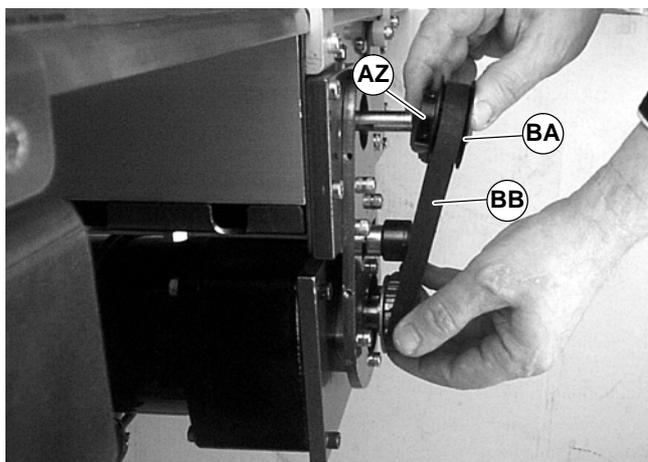

Abbildung 19
**HINWEIS:** Falls der Zahnriemen nicht über die Zahnscheibenflanke gleitet, die Madenschrauben der Abtriebszahnscheibe (AZ siehe Abbildung 19) lösen, und Zahnscheibe (BA) samt Riemen abnehmen (BB).